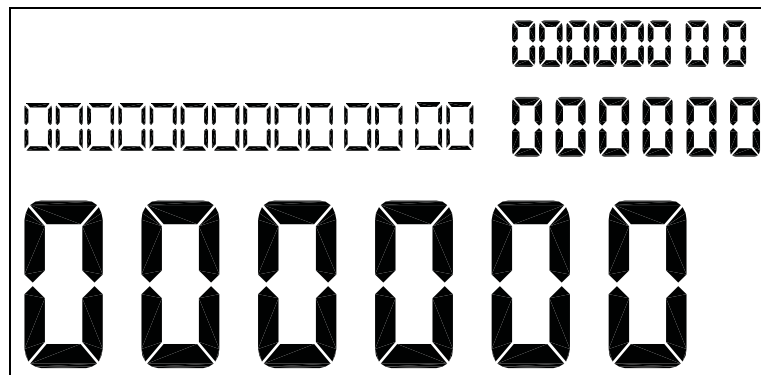

Figura 4. Tutti gli zero attivati nei campi del display
- Nei quattro campi dei valori del display sono visualizzati tutti zero (vedere Figura 4)